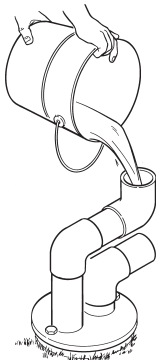

Figure 11
- Tout en retenant EN TOUTE SÉCURITÉ les tuyaux, les remplir d'eau pour s'assurer que les raccords et que le clapet anti-retour ne fuient pas (voir la Figure 11). Les tuyaux doivent garder l'eau, sinon les débrancher et déterminer où se trouve la fuite. Refaire les raccords qui fuient avec du ruban en téflon et resserrer les colliers. Répéter l'opération de remplissage jusqu'à ce que les tuyaux ne fuient plus.